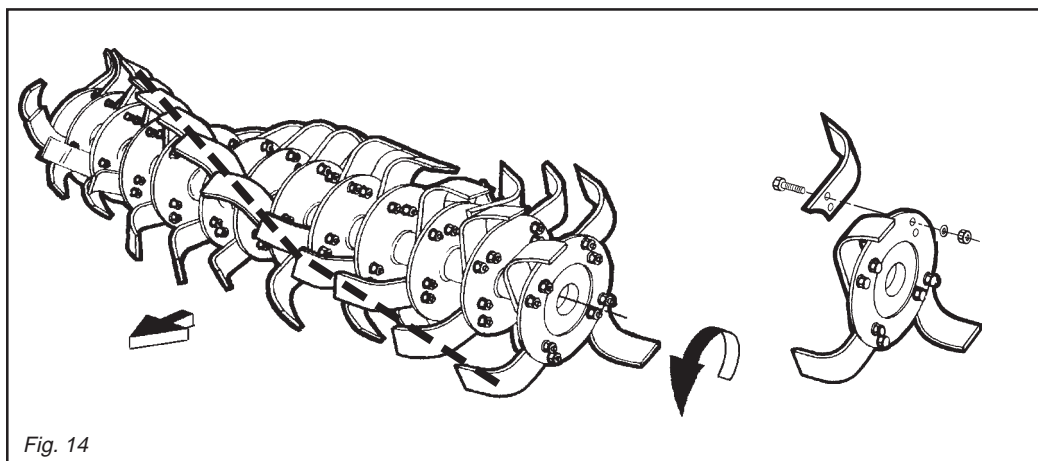

Fig. 14
Le zappette con cui viene equipaggiata la zappatrice sono adatte per la lavorazione su terreni di normale conformazione. Controllare giornalmente la loro usura o integrità. Qualora durante il lavoro dovesse per cause accidentali piegarsi (o rompersi) è necessario sostituirle immediatamente avendo l'accortezza di rimontare la nuova zappetta nella identica posizione di quella da sostituire (Fig. 14). Se fosse necessario sostituire più zappette, è consigliabile effettuare le operazioni di smontaggio e montaggio, sempre una zappetta alla volta, per evitare così errori di posizione.
**I bulloni che fissano le zappette devono avere la testa dalla parte delle zappette e il dado con relativa rondella dalla parte della flangia (Fig. 14).**
Se si devono sostituire le zappette, fare attenzione che le nuove assumano la posizione di quelle smontate (Fig. 14).
*Remember to mount the new hoe blade in exactly the same position as the old one (Fig. 14). If several hoe blades must be replaced, it is advisable to remove and assemble one hoe blade at a time in order to prevent positioning errors.*
**The heads of the bolts fixing the hoe blades in place must be on the side of the hoe blades themselves, while the nut with relative washer must be on the flange side (Fig. 14).**
*If the hoe blades must be changed, remember to set the new blades in the same positions as the demounted ones (Fig. 14).*
Die Hackmesser, mit der die Hackfräse ausgerüstet wird, eignen sich zur Bearbeitung von Boden mit normaler Beschaffenheit. Sie sind täglich auf ihre Unversehrtheit und ihren Verschleiß-zustand zu prüfen. Sollten sie bei der Arbeit verbiegen oder zu Bruch gehen, müssen sie sofort ersetzt werden. Dabei ist zu beachten, daß man das neue Hackmesser an der gleichen Stelle montiert, an der sich das beschädigte befand (Abb. 14). Sollten gleich mehrere Hackmesser zu ersetzen sein, sollte man jeweils ein Hackmesser ein- und ausbauen, um eine falsche Einbauposition zu vermeiden.
**Die Schrauben, mit denen man die Hackmesser befestigt, müssen den Kopf auf der Seite des Hackmessers und die Mutter mit der Unterlegscheibe auf der Flanschseite haben (Abb. 14). Die Werte des Abzugsmoments beachten, das in der Tabelle auf Seite 24 angegeben ist.**
Wenn man die Hackmesser ersetzen muß, darauf achten, daß die neuen in der Position der ersetzten am Hackstern angebracht werden (Abb. 14).
*Les couteaux montés sur la houe sont indiqués pour travailler les sols ordinaires. Contrôlez tous les jours leur usure et intégrité. Lorsqu'ils se plient (ou se cassent) pendant le travail il faut les remplacer aussitôt. Le nouveau couteau devra être monté exactement dans la position de celui à remplacer (Fig. 14). S'il faut remplacer plusieurs couteaux, démontez et montez toujours un couteau à la fois, pour éviter des erreurs de position.*
**Les boulons de fixation des couteaux doivent avoir la tête côté couteau et l'écrou avec la rondelle côté flasque (Fig. 14).**
**Respecter les valeurs des couples de serrage, voir tableau à la page 24. En cas de remplacement des couteaux, veillez surtout à ce que les nouveaux couteaux occupent les positions de ceux démontés (Fig. 14).**
Las azadillas que presenta la máquina son idóneas para trabajar sobre terrenos de normal conformación. Controlar todos los días su buen estado y eventual desgaste. Si durante el trabajo por eventuales accidentes se doblan o rompen es necesario sustituirlas inmediatamente prestando atención de montar la nueva azadilla en la idéntica posición de la precedente (Fig. 14). Si es necesario sustituir varias azadillas aconsejamos efectuar las operaciones de desmontaje y montaje siempre una azadilla a la vez, para evitar errores de posición. Las binadoras presentan de serie 4 azadillas por brida. **Los bulones que fijan las azadillas deben tener la cabeza de la parte de las azadillas y la tuerca con la relativa arandela de la parte de la brida (Fig. 14).**
**Respetar los valores de los pares de torsión según lo indicado en las tablas de pág. 24.** Cuando sustituimos azadillas respetar la posición de las azadillas desmontadas (Fig. 14).